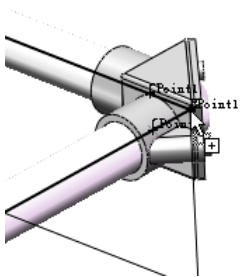

图 18-79 添加弯头
② 放大视图到图 18-79 所示的位置，从步路库中的电气文件夹中选取“pvc conduit--pull-elbow-90deg”，将弯头拖动到如图 18-79 所示的公共端，该零部件自动调整到自身的方